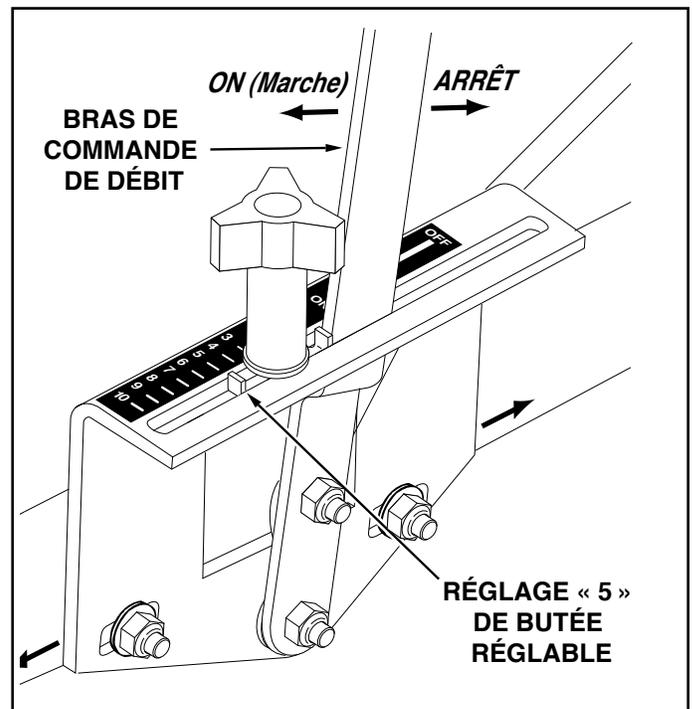

FIGURE 15
28. Positionner le support de fixation de commande de débit (figure 15).
(Se reporter à la figure 15, page 7.)